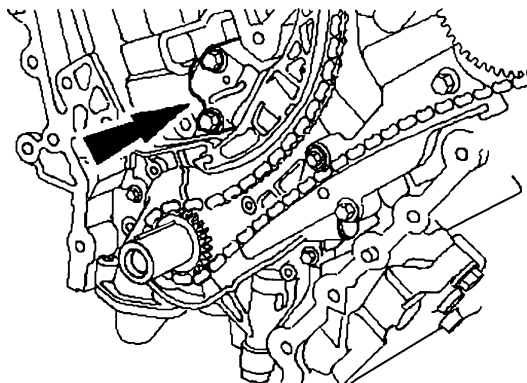

图 11-27 拔出插入的张紧器柱塞固定工具
13) 如图 11-27 所示，拔出插入的张紧器柱塞固定工具。释放张紧器张力。